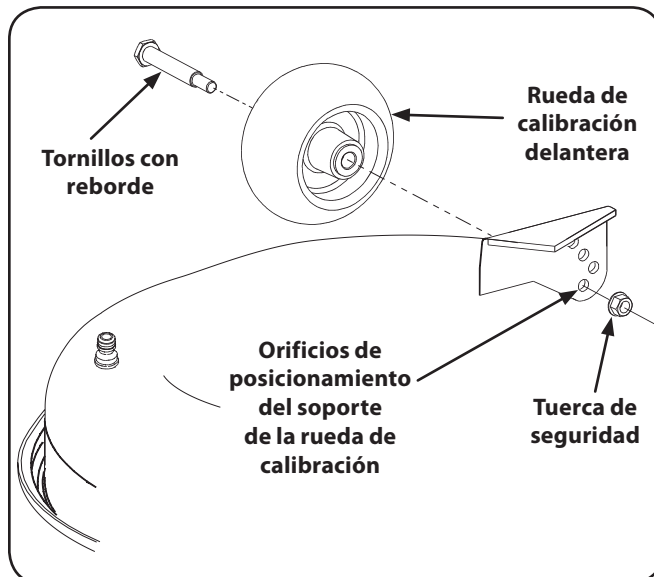

Figura 6-6
2. Retire la tuerca de seguridad que fija uno de los tornillos con reborde de las ruedas de calibración delanteras a la plataforma. Retire la rueda de calibración y el tornillo con reborde. Vea la Figura 6-6.